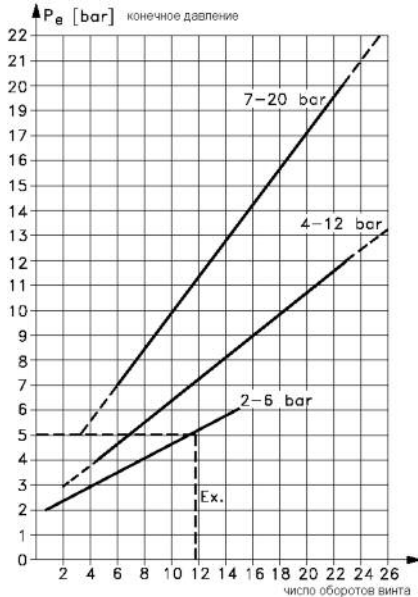

Рис.3. Номограмма настройки уставки
1. поверните винт установки конечного давления в сторону увеличения (по часовой стрелке) необходимое количество раз (определяется по номограмме Рис.3.);
1. по номограмме (Рис.3.) определяем необходимое количество поворотов установочного винта конечного давления – оно будет равно 12;